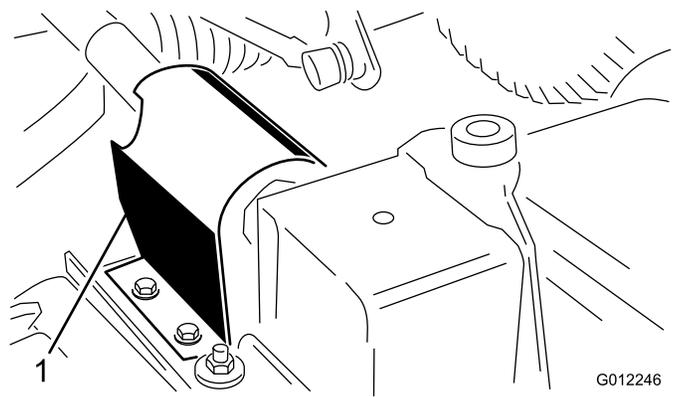

Figure 8
2. Retirez les 2 vis autotaraudeuses qui fixent la la protection de la PDF au sommet de la plaque de montage de la boîte d'engrenages du plateau de coupe, et déposez la protection (Figure 8).
5. Fixez le support de rotule au bras pivotant avec (2) vis à tête (7/16 x 3 po), rondelles plates (7/16 po) et écrous à embase (7/16 po). Placez les vis à tête et les rondelles plates à l'extérieur du bras pivotant.